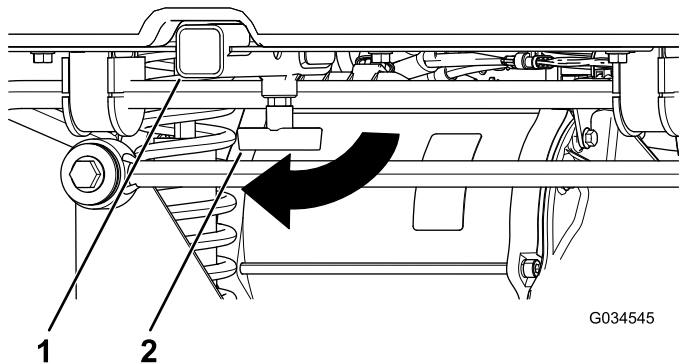

Figure 17
1. Desserrez la poignée en « T » en la tournant dans le sens horaire (Figure 17).
2. Insérez l'accessoire dans le récepteur jusqu'à ce que les trous soient alignés (Figure 17).